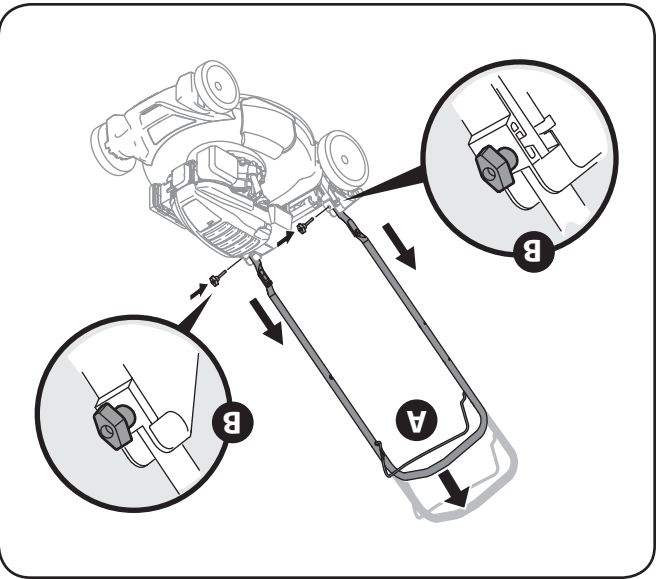

Figure 3-4
- b. Insérez les boulons à tête en T, enlevés au paragraphe 1b, dans les supports du guidon et dans le guidon inférieur et serrez à fond pour maintenir le guidon en place. Voir la Figure 3-4.
- a. Relevez le guidon jusqu'à ce que les trous du guidon inférieur (voir l'éclaté de la Figure 3-3) s'alignent avec les trous des supports du guidon. Voir la Figure 3-4.